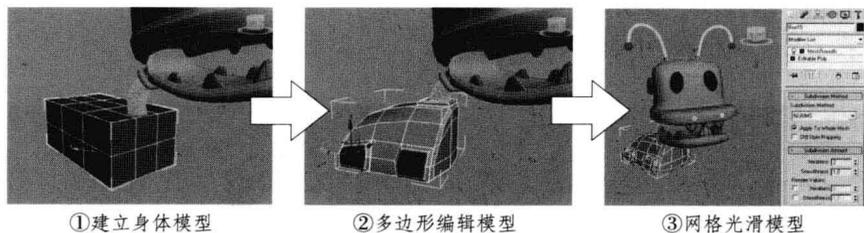

图4-6 添加身体模型流程图
《卡通机械狗》机械模型第四流程（步骤）是添加身体模型，制作又分为 3 个流程：①建立身体模型、②多边形编辑模型、③网格光滑模型，见图 4-6。